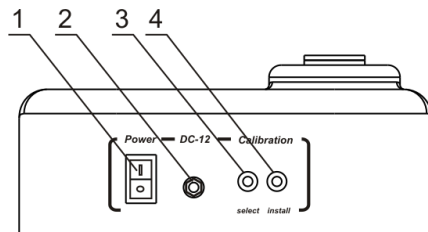

Figure 2. Panneau arrière
- Sinon, connectez le bloc d'alimentation externe à la prise de courant (fig.2/2) située sur le panneau arrière de l'appareil.
- 3.4.2. Mettez l'appareil sous tension en utilisant l'interrupteur d'alimentation (**Power**) situé sur le panneau arrière (position I, fig. 2/1).
3.4.3. Appuyez sur le bouton **Select** (fig. 2/3) situé sur la face arrière de l'appareil. Une indication clignotante «-.-» s'affichera, ce qui montre que l'appareil est prêt à sauvegarder la valeur du premier point de calibrage, c.-à-d., l'emplacement vide.
3.4.4. Appuyez sur le bouton **Install** (fig. 2/4), la valeur de calibrage de l'emplacement vide sera sauvegardée dans la mémoire de l'appareil et la prochaine valeur de calibrage s'affichera (chiffre clignotant «0.00»).
- 4.2. Mettez l'appareil sous tension en utilisant l'interrupteur d'alimentation (**Power**) situé sur le panneau arrière (position I, fig. 2/1).